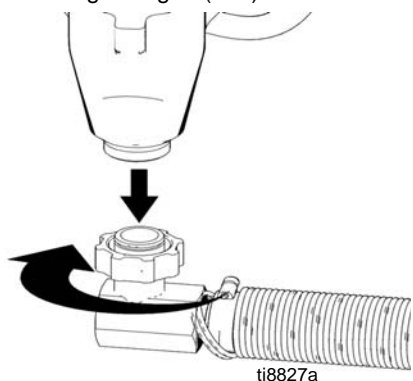

FIG. 12
3. (Fig. 12) Påfyld pakningsmøtrikken med Graco TSL.